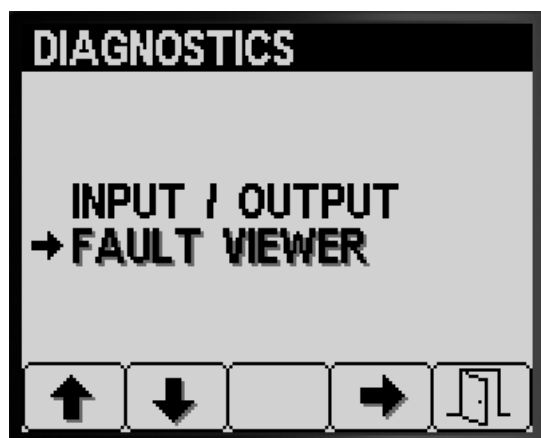

Bild 86
1. Drücken Sie Taste 1 oder Taste 2 auf dem Bildschirm „Diagnostik“, bis Sie die Option FAULT VIEWER erreichen (Bild 86).
2. Drücken Sie Taste 3, um den Eintrag FAULT VIEWER auszuwählen (Bild 86).